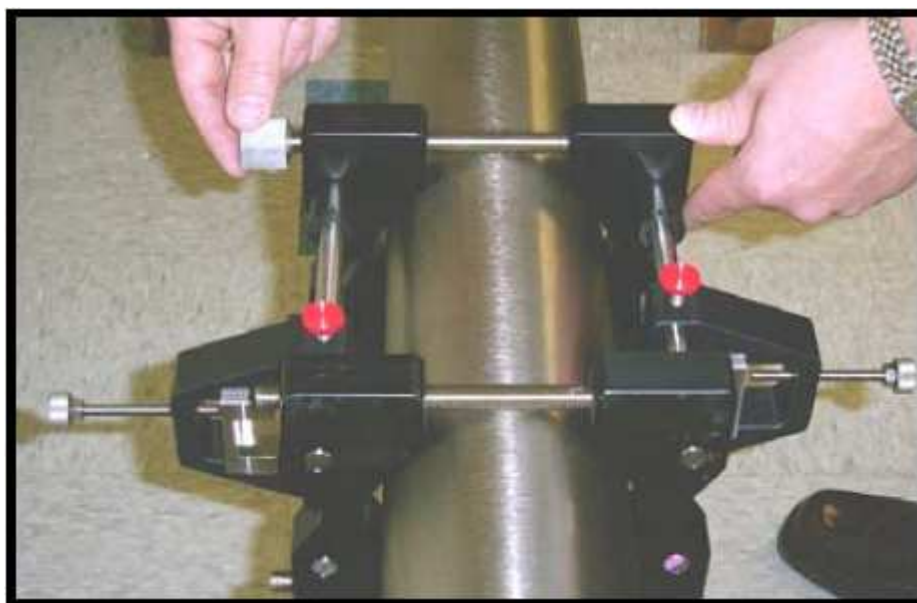

Рис. 3-9: Установка гаек на приспособление
- Установите четыре гайки на резьбовые стержни, расположив выпуклую сторону гаек к приспособлению. Вручную равномерно затяните гайки на каждом V блоке, как показано на рис. 3-9, приведенном ниже. Не применяйте перекрестную схему затяжки для четырех установочных гаек.